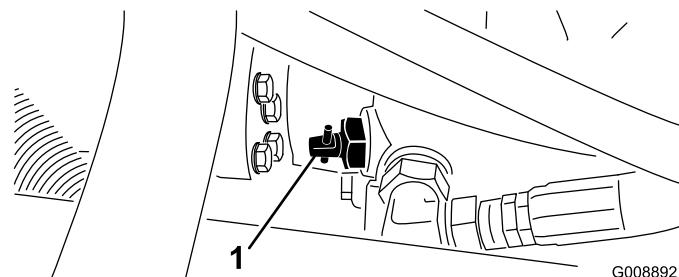

Figure 42
1. Trouvez la vanne de dérivation sur la pompe (Figure 42) et tournez-la de 90°.